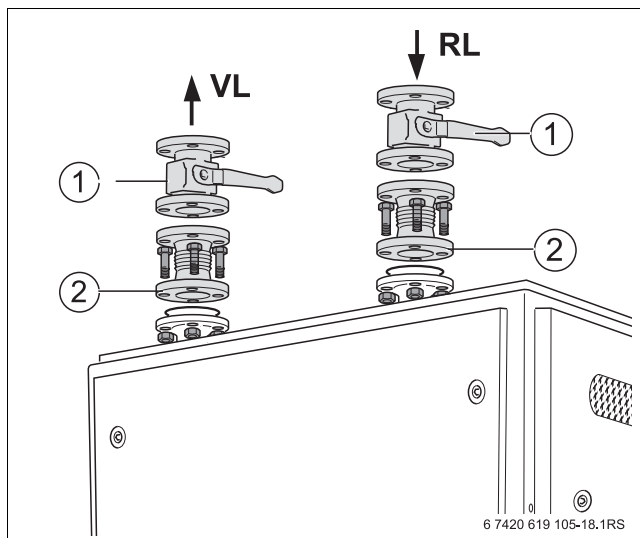

Рис. 18 Подключение подающей и обратной линий (пример)
- ▶ Выполните подключения как показано в примере (→ рис. 18, стр. 22).